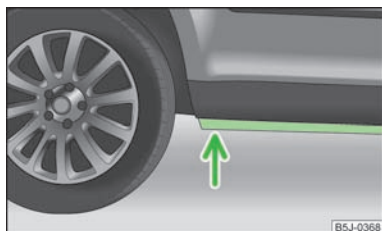

Fig. 114
- Antes de atravessar poças de água, verifique a sua profundidade. O nível da água não deve ultrapassar o perfil da parte inferior da embaladeira » Fig. 114;